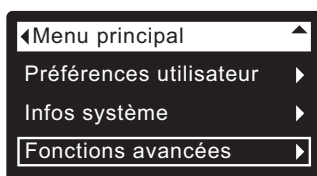

FIG. 83
1. À partir d'un écran d'état dynamique, appuyez sur le sélecteur (O) pour afficher le **Menu principal**.
2. Appuyez sur le bouton BAS (▼) pour faire défiler les options du menu et mettre en encadré **Fonctions avancées** (cf. Figure 83).